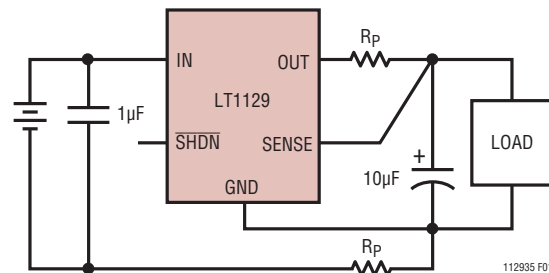

図1. ケルビン検出接続
**検出ピン:**LT1129の固定電圧バージョン(LT1129-3.3、LT1129-5)の場合、検出ピンは誤差アンプの入力です。検出ピンが出力ピンに接続されている場合に最適レギュレーションが得られます。ほとんどのアプリケーションでは、検出ピンはレギュレータの出力ピンに直接接続されます。レギュレータと負荷の間のPCトレースの抵抗( $R_p$ )によって生じる小さな電圧降下は通常レギュレーションを低下させますが、厳しいアプリケーションでは、この小さな電圧降下を、図1に示されているように(ケルビン検出接続)、検出ピンを負荷のところで出力ピンに接続することにより除去することができます。外部PCトレースに生じる電圧降下はレギュレータの損失電圧を増加させることに注意してください。検出ピンのバイアス電流は公称安定化出力電圧で15 $\mu$ Aです。このピンは内部で-0.6V( $V_{BE}$ の電圧)にクランプされます。